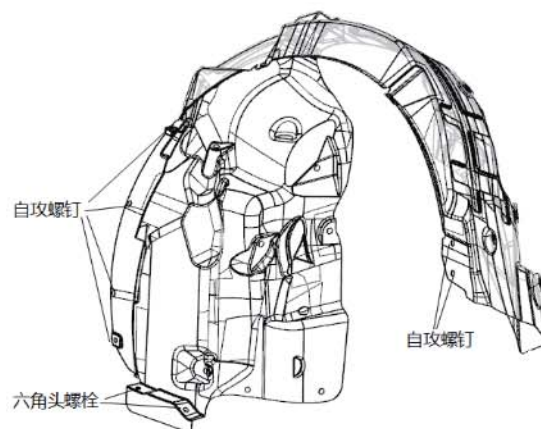

图 2-9
(1) 用十字螺丝刀拆卸与前保险杠连接的 4 个螺钉，拆除后侧与裙板连接的 2 个自攻螺钉，用 10# 套筒拆除与前保险杠以及发动机挡泥板连接的 2 个螺栓，如图 2-9 所示：